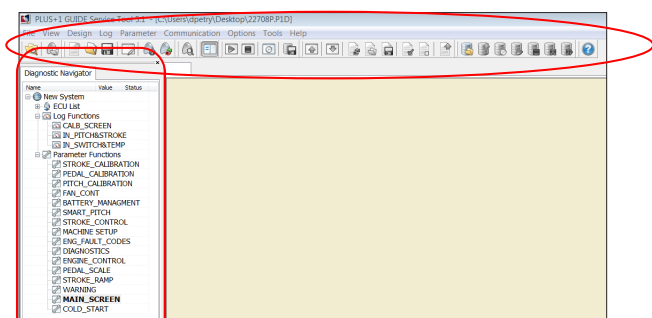

Figure 11. Barre d'outils WST
7. Le nouvel écran aura à la fois la navigation et les barres d'outils actives (Figure 11.)